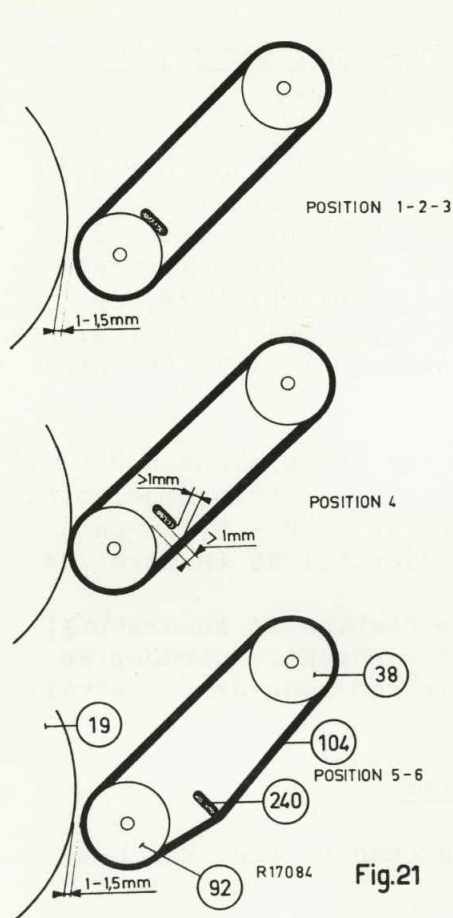

Fig.21
7. De remveer 240 moet zodanig gebogen worden, dat deze in de volgende standen van de bedieningsknop de omschreven positie heeft. (zie fig. 21 en 22)